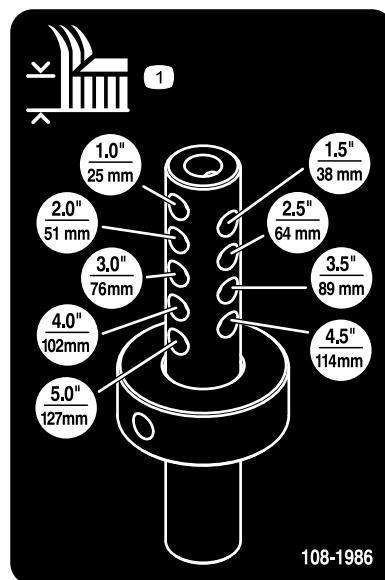

図 10
6. 刈高ロッドについている刈高穴から希望する刈高を選び、そこに刈高カラーをセットする図 10。